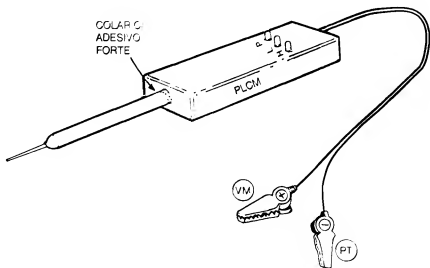

Fig.6
- FIG. 6 - O ACABAMENTO DA PLCM... - Uma caixa em formato alongado, estreita, constitui o container ideal para o circuito, principalmente devido às especiais condições em que se deve ser manuseado, quase como se a própria caixa fosse um prolongamento da ponta de teste... O "jeitão" sugerido na figura torna-se extremamente confortável, ergonômico e também seguro durante a utilização, além de manter o pequeno display de três LEDs em posição facilmente visível ao operador, seja ele destro ou canhoto... Observar que o corpo plástico (isolamento) da ponta de prova deve ser rigidamente colado ao centro de uma das faces menores da caixa, ficando o furo de passagem do cabo paralelo polarizado (de alimentação), exatamente na face oposta do container (aquela mais próxima dos três LEDs indicadores...). Não esquecer da marcação identificatória dos LEDs, condição importante para o correto diagnóstico das indicações feitas pela PLCM... Essa identificação deve ser referenciada pelas marcações vistas no "esquema" (FIG. 1) e no "chapeado" (FIG. 4). Seu significado, para quem ainda não "percebeu", é: H = high (ou "alto", ou "1"), L = low (ou "baixo", ou "0") e P = pulse ("pulso").